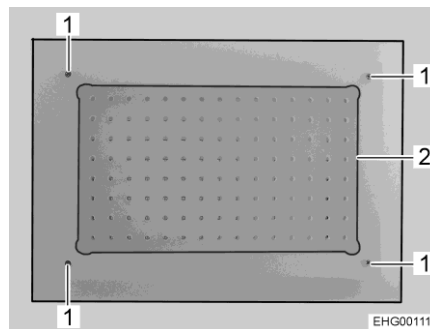

Bild 293 Deckenleuchte
- 4 Schrauben (Bild 293,1) herausdrehen.
- Glasplatte (Bild 293,2) mit fest montierten LEDs abnehmen.
- Neue Glasplatte inklusive LEDs aufsetzen und 4 Schrauben (Bild 293,1) hineindrehen.